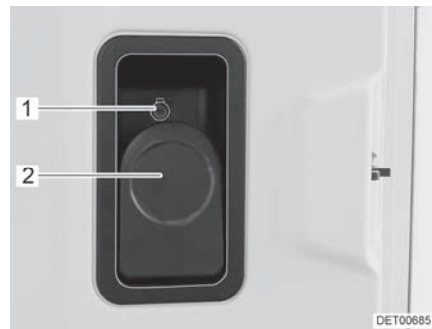

Fig. 23 Serrure de la porte (porte cellule à l'intérieur)
- Ouvrir :** ■ Tirer le levier (Fig. 23,2).
- Verrouiller :** ■ Enfoncer le bouton de sécurité (Fig. 23,1).